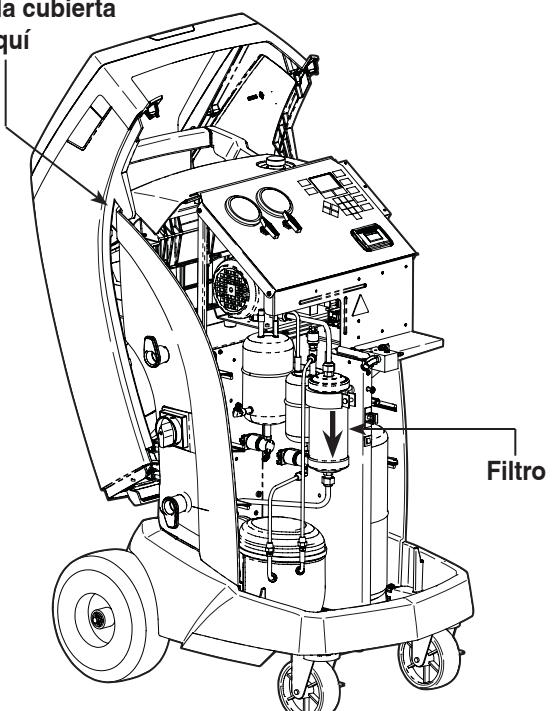

Figura 12
- Cuelgue la cubierta en la parte posterior de la máquina como se muestra en la figura 12.
3. Cuelgue la cubierta en la parte posterior de la máquina como se muestra en la figura 12.